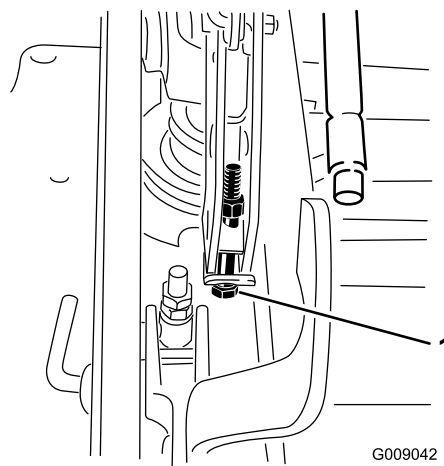

Figura 94
12. Si la carcasa está demasiado baja, apriete el perno del ajuste de un solo punto girándolo en el sentido de las agujas del reloj. Si la carcasa está demasiado alta, afloje el perno del ajuste de un solo punto girándolo en el sentido contrario a las agujas del reloj (Figura 94).